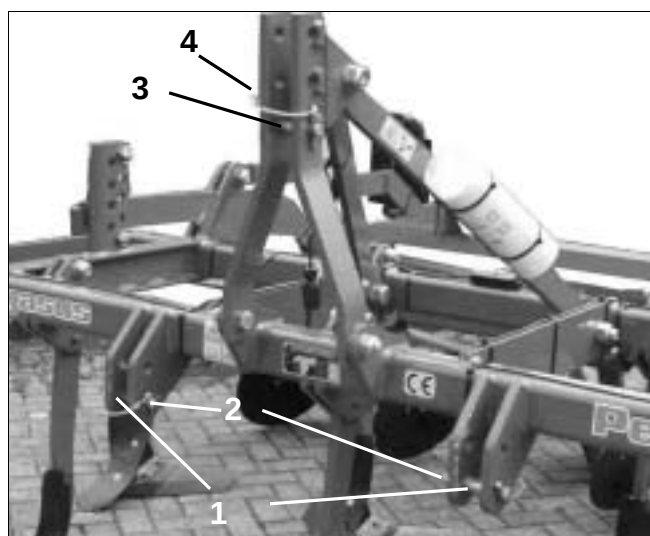

Fig. 7
- Traktorens lift arme monteres med splitbolten (Fig. 7/1 og sikres med ringsplitter. (Fig. 7/2).
- Topstangen monteres med splitbolten (Fig. 7/3) til det øverste tilkoblingspunkt på maskinen og sikres med en ringsplit. (Fig. 7/4).